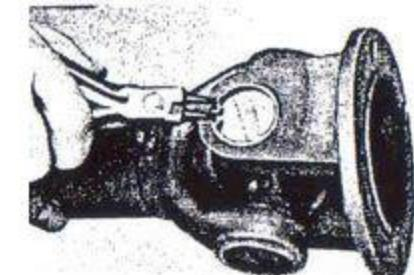

Bild 74. Demontering av låsring.
1. Ta bort låsringarna (bild 74), som håller nällagret i gafflarna. Ta bort smörjnippeln i axelkorset.